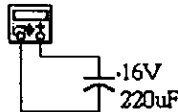

FIGURA 7
- b) Desconecte el capacitor, teniendo cuidado de no tocar sus terminales y conéctelo a las terminales del multímetro según la figura 7.